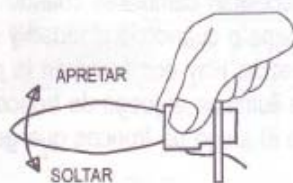

FIGURA 12
1. Levante el borde delantero del tronco hasta que pase las lengüetas delanteras. Tire hacia fuera hasta que la lengüetas posterior pase por la saliente posterior, luego levante hacia fuera. (FIGURA 12)
5. Vuelva a colocar el tronco empujándolo hacia abajo y hacia dentro hasta que descansa contra el espejo. (FIGURA 12)
1. Vuelva a colocar el vidrio y sosténgalo en su lugar en la parte superior. (FIGURA 12)